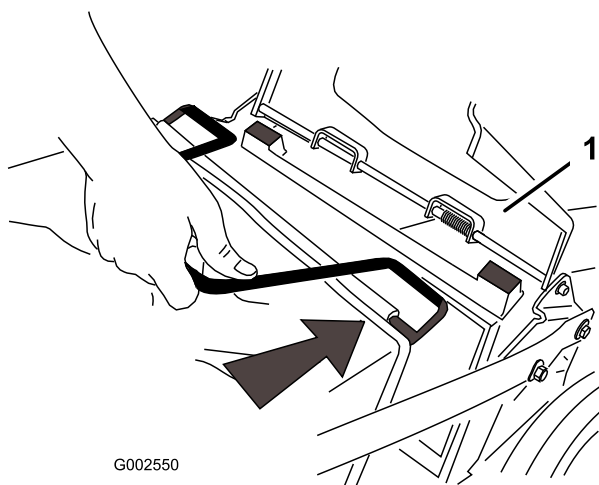

Figure 19
2. Soulevez le volet arrière et gardez-le dans cette position (Figure 19).